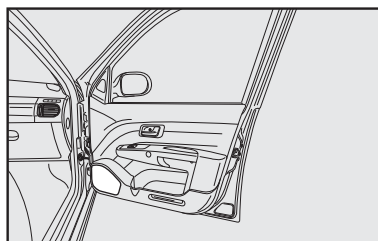

fig. 148
- alto-falantes na porta dianteira **fig. 148**.